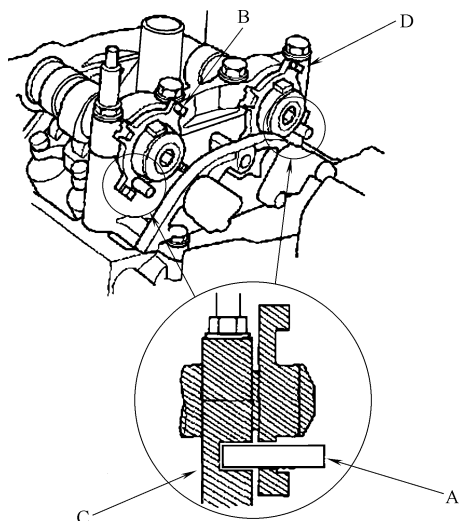

图 23-134 插入止动器
3) 按照图 23-134 所示，固定住进气凸轮轴，把止动器 A（工具号：24635-P6H-003）插入凸轮轴位置脉冲板 B 中的检修孔中并穿过 5 号摇臂固定器 C。
4) 按照图 23-134 所示, 固定住排气凸轮轴, 把止动器 A (工具号: 24635-P6H-003) 插入凸轮轴位置脉冲板 D 中的检修孔中并穿过 5 号摇臂固定器 C。